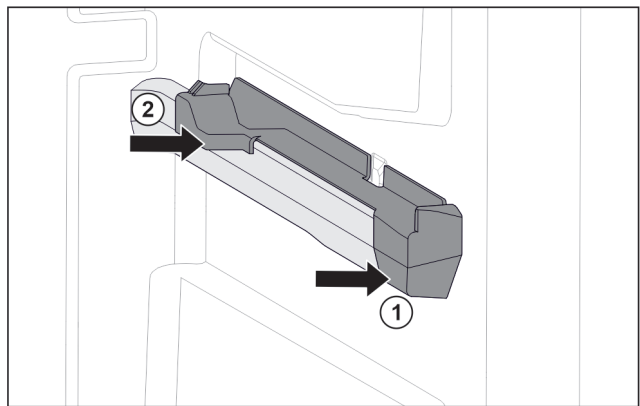

Fig. 75 Aufsteckteil auf der rechten Behälterrippe
- ▶ Aufsteckteil vorne an Behälterrippe ansetzen. Fig. 75 (1)
- ▶ Aufsteckteil hinten andrücken. Fig. 75 (2)